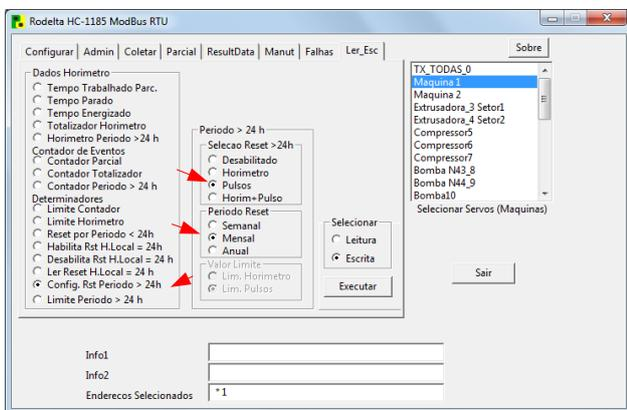

Figura 6
Passo 2: Clicar para selecionar o item “Config. Rst Período > 24 h” conforme figura 6. No grupo “Seleção Reset >24 h” marcar o item “Pulso”. Marcar o item Mês. Clicar no botão “Escrever”.